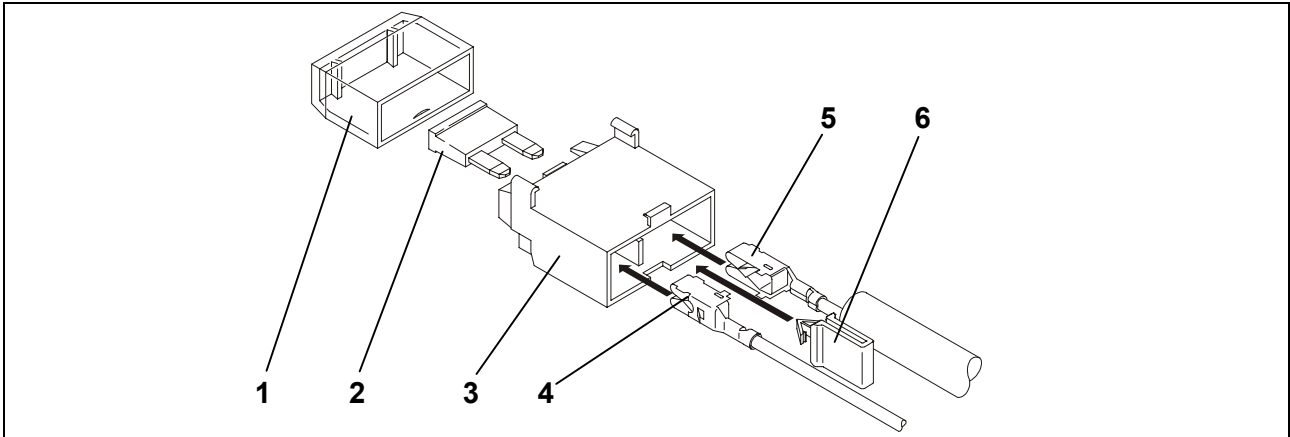

Fig. 1: Montaje – portafusible
10. Hacer engatillar en el portafusible (Fig. 1/3) el manguito enchufable del conductor rojo (Fig. 1/5) del tramo de cable y del conductor individual rojo adjunto (Fig. 3/4).
11. Insertar el clip amarillo (Fig. 1/6).
12. Insertar el fusible (Fig. 1/2) y colocar la tapa (Fig. 1/1).